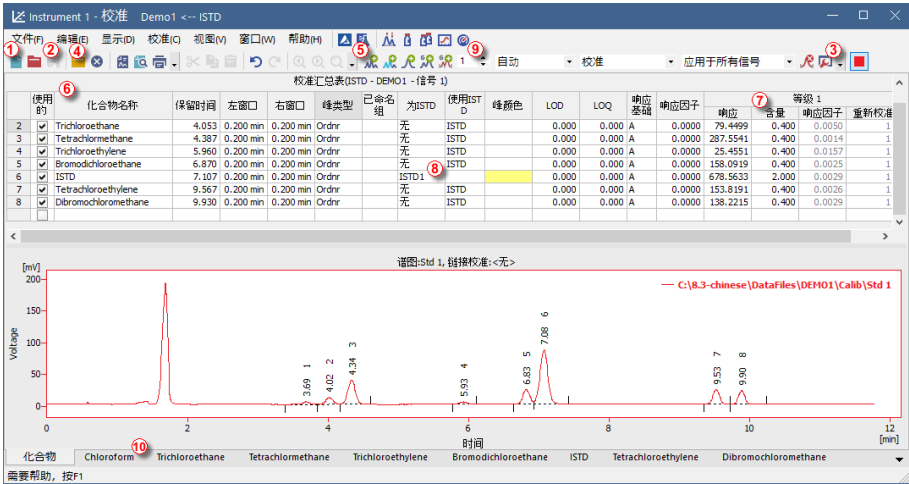

图17 校准窗口-打开标准
点击 **增加所有峰**  图标(蓝色) ⑤, 将所有已定义的色谱峰添加至校准表。**校准**窗口中的校准汇总表将按第26页第**图17**显示。在校准汇总表中会发现每个峰都是用它们的保留时间来定义。按照第26页第**图17**所示填写化合物名称列⑥。可以给特殊的峰设置颜色, 示例中ISTD(内标物)峰在峰颜色列被设置成黄色。根据对应的化合物浓度填写含量列⑦的数值。在本混合标准品中, 除了第六个色谱峰, 其余化合物的含量都是0.4。第六个峰被标记为ISTD峰。在为ISTD列更改该化合物的类型为ISTD1⑧, 并在含量列将数值修改为2。校准的第一个级别已建立结束。在下面的对应各个化合物页签⑩(根据化合物名称定义) 点击开可以查看对应化合物的单级校准曲线。接下来设置其他的校准级别。操作非常简单直接-再次点击**打开标准**  图标(黄色) ④, 打开另一个标准品数据STD2.PRM。在当前等级栏⑨将校准级别设置成2并点击**添加所有峰**  图标(蓝色) ⑤。将所有色谱峰的含量设置成1.0(除去峰6, 它将继续使用2这个数值)。使用STD3.PRM的数据文件作为第三个校准级别的数据, 含量设置为3.0; 使用STD4.PRM的数据文件作为第四个校准级别的数据, 含量设置为5.0; 每个级别中ISTD的含量都保持2不变。可以在对应各化合物页签⑩中查看四点的校准曲线。点击**保存校准**  图标来保存校准文件; 校准文件被保存在默认路径下。